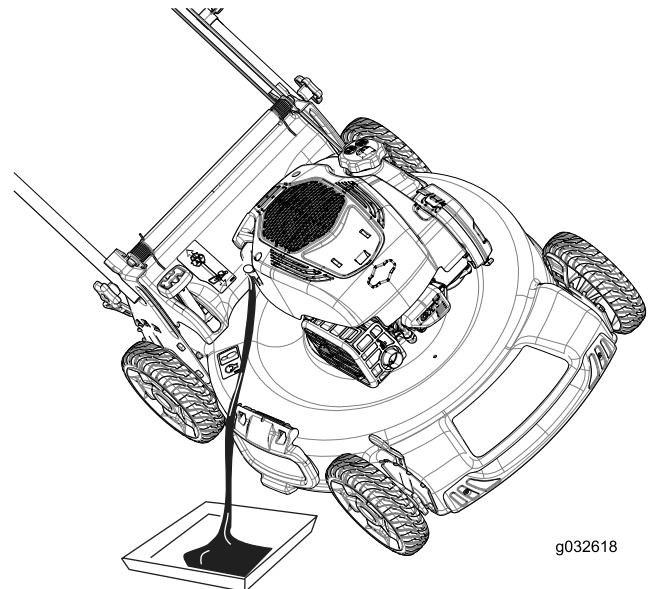

Рисунок 32
3. Для слива отработанного масла через маслозаливной патрубок переверните машину набор воздушным фильтром вверх (Рисунок 32).